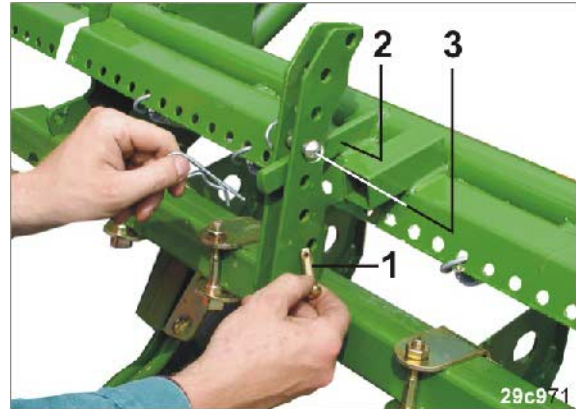

Рис. 174
3. Вставьте палец (Рис. 174/1) в отверстие под рычагом (Рис. 174/2) и застопорите пружинным фиксатором.
3. Вставьте второй палец (Рис. 174/3) в отверстие над рычагом (Рис. 174/2) и застопорите пружинным фиксатором.